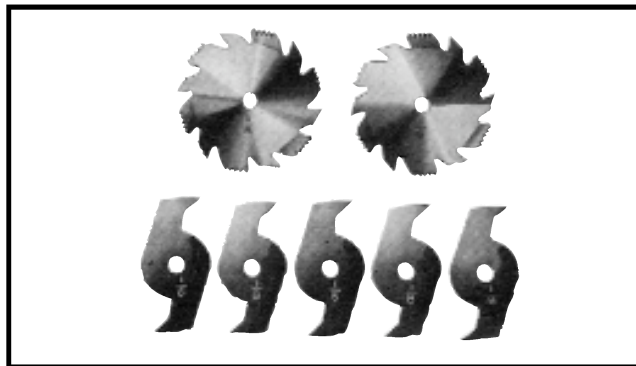
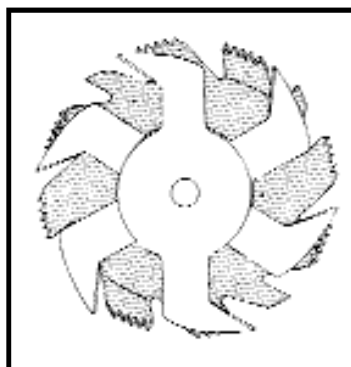
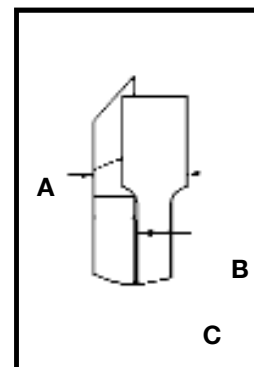

Fig. 52
Fig. 53
Fig. 54
1. Cortar ranuras consiste en realizar un rebajo o surco ancho en la pieza de trabajo. La mayoría de los juegos de cabezales para ranuras están compuestos de dos sierras externas y cuatro o cinco cuchillas internas, (Fig. 52). Se utilizan diversas combinaciones de sierras y cuchillas para cortar ranuras de 3,17 mm a 20,63 mm (1/8" a 13/16") aproximadamente para la instalación de estantes y la realización de uniones, espigas, ranuras, etc. Las cuchillas son muy dentadas y deben estar dispuestas de tal modo que la porción pesada caiga dentro de los pasos de las sierras externas, como se muestra en la Fig. 53. La superposición de la sierra y la cuchilla se distingue en la Fig. 54, siendo (A) la sierra externa, (B) una cuchilla interna y (C) una arandela o arandelas de papel, usadas según sea necesario para controlar el ancho exacto de la ranura. Para cortar una ranura de 6,35 mm (1/4") aproximadamente se utilizan dos sierras externas. Los dientes de las sierras deben estar ubicados de manera que el rastrillador de una sierra quede junto a los dientes de corte de la otra sierra.